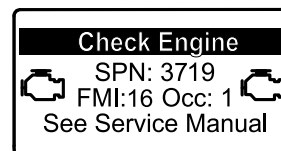

Figura 37
- Se è necessaria una rigenerazione parcheggiata, viene visualizzata un'avvertenza motore nell'InfoCenter SPN 3719, FMI 16 (Figura 37) e il computer riduce la potenza del motore all'85%.